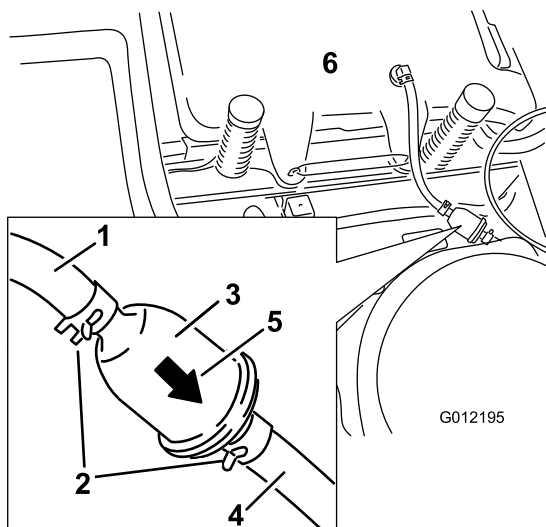

Figura 34
- Apriete los extremos de las abrazaderas y deslícelas por el tubo alejándolas del filtro (Figura 34).
- Instale un filtro nuevo – la flecha que indica el sentido de flujo debe apuntar hacia el motor. Acerque las abrazaderas al filtro (Figura 34) para sujetarlo.